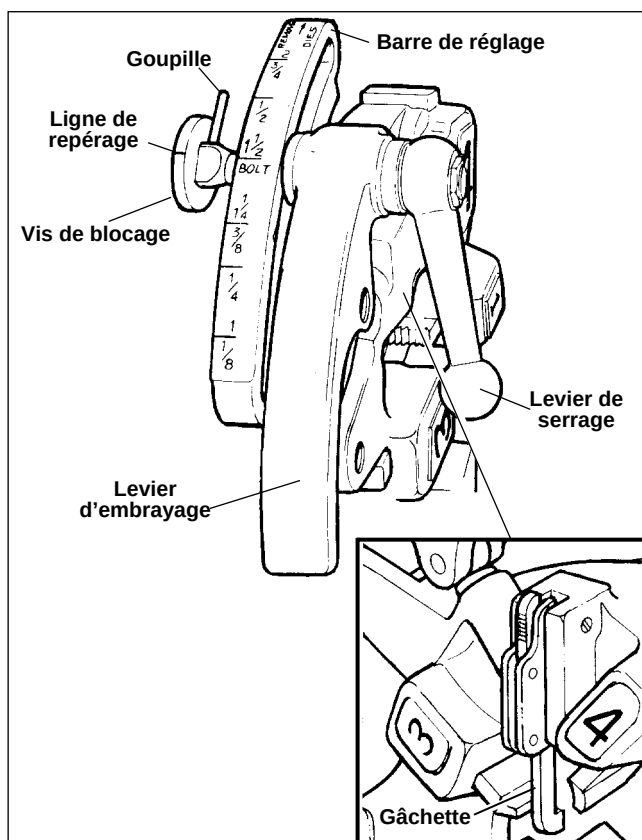

Figure 9 – Têtes de filière à ouverture automatique N°s 711 et 911
7. b. Tête de filière à ouverture automatique (Figure 9) – Dans le cas de filetages coniques, le contact de la gâchette de la tête de filière contre l'extrémité du tuyau (en fin de filetage) ouvre automatiquement le levier d'embrayage.
Les têtes de filière N°s 711 et 911 (Figure 9) pour pas à droite nécessitent trois jeux de filières différents pour le filetage des tuyaux de $\frac{1}{4}$ " à 2" de diamètre. Un jeu de filières est prévu pour chacune des plages de diamètres suivantes : ($\frac{1}{4}$ " à $\frac{3}{8}$ "), ($\frac{1}{2}$ " à $\frac{3}{4}$ ") et (1" à 2"). Le filetage des tiges nécessite un jeu de filières pour chaque section de tige filetée.